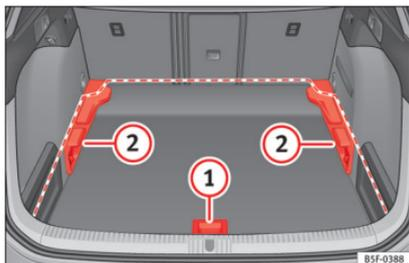
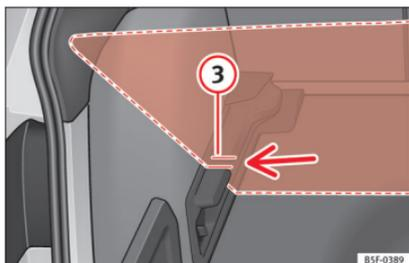

Abb. 155 Variabler Gepäckraumboden: Positionen.
Abb. 156 Variabler Gepäckraumboden: geneigte Kerben.
- Heben Sie den Boden am Griffstück **» Abb. 155 1** an und ziehen Sie ihn nach
- Heben Sie den Boden am Griffstück **» Abb. 155 1** an und ziehen Sie ihn nach hinten, bis der vordere Teil vollständig über den Trägern **2** liegt.
- Heben Sie den variablen Gepäckraumboden am Griffstück **» Abb. 155 1** und ziehen Sie ihn nach hinten, bis sich der vordere Teil an den geneigten Kerben **» Abb. 156 3** befindet.
- Heben Sie den variablen Gepäckraumboden am Griffstück **» Abb. 155 1** und ziehen Sie diesen etwas nach hinten.